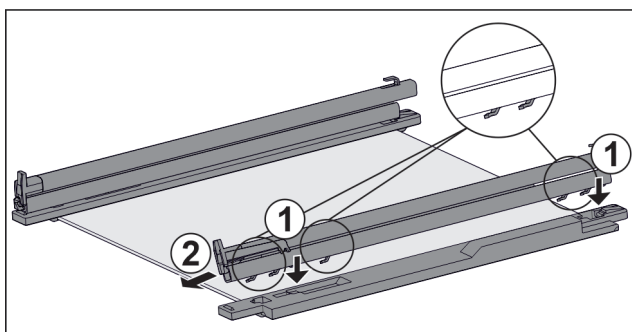

Fig. 138 Steklена plošča z vodili in držalnimi deli
- Kavelj vodila namestite na odprtine **levega** držalnega dela. Fig. 138 (1)
- Vodilo potisnite proti sprednji strani. Fig. 138 (2)
- Kavelj vodila namestite na odprtine **desnega** držalnega dela. Fig. 138 (1)